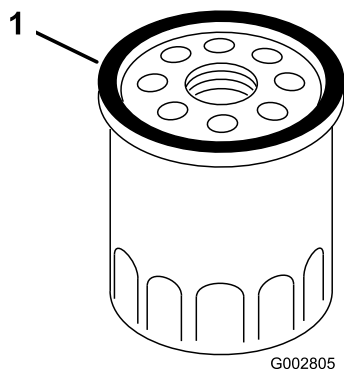

Рисунок 33
7. Нанесите пальцем на прокладку нового фильтра слой чистого моторного масла (Рисунок 33).